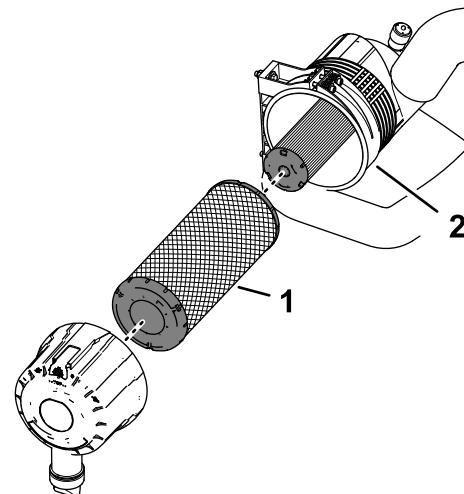

Figure 75
- Retirez le préfiltre (Figure 75).